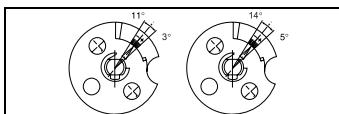

Fig. 2: Montage, réglage de l'angle de commutation
- Alésage de la gouille de sécurité : 3 Ø, profondeur 12 mm (Fig. 2).